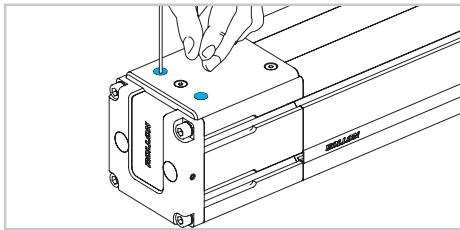

Abb. 3
- 2) Entfernen Sie die Abdeckplatte des Umlenkkopfes, indem Sie die vier äußeren Schrauben lösen. (Abb. 3).